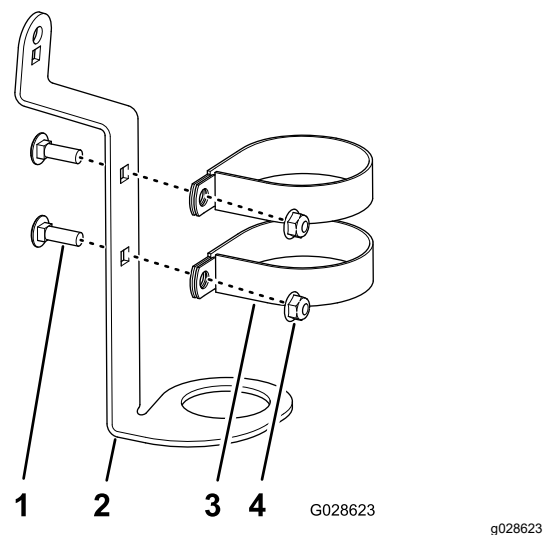

Figura 4
1. Montate i 2 morsetti alla staffa della pistola a spruzzo (Figura 4) con 2 bulloni a testa tonda (5/16 x 1 poll.) e 2 dadi di bloccaggio flangiati (5/16 poll.).